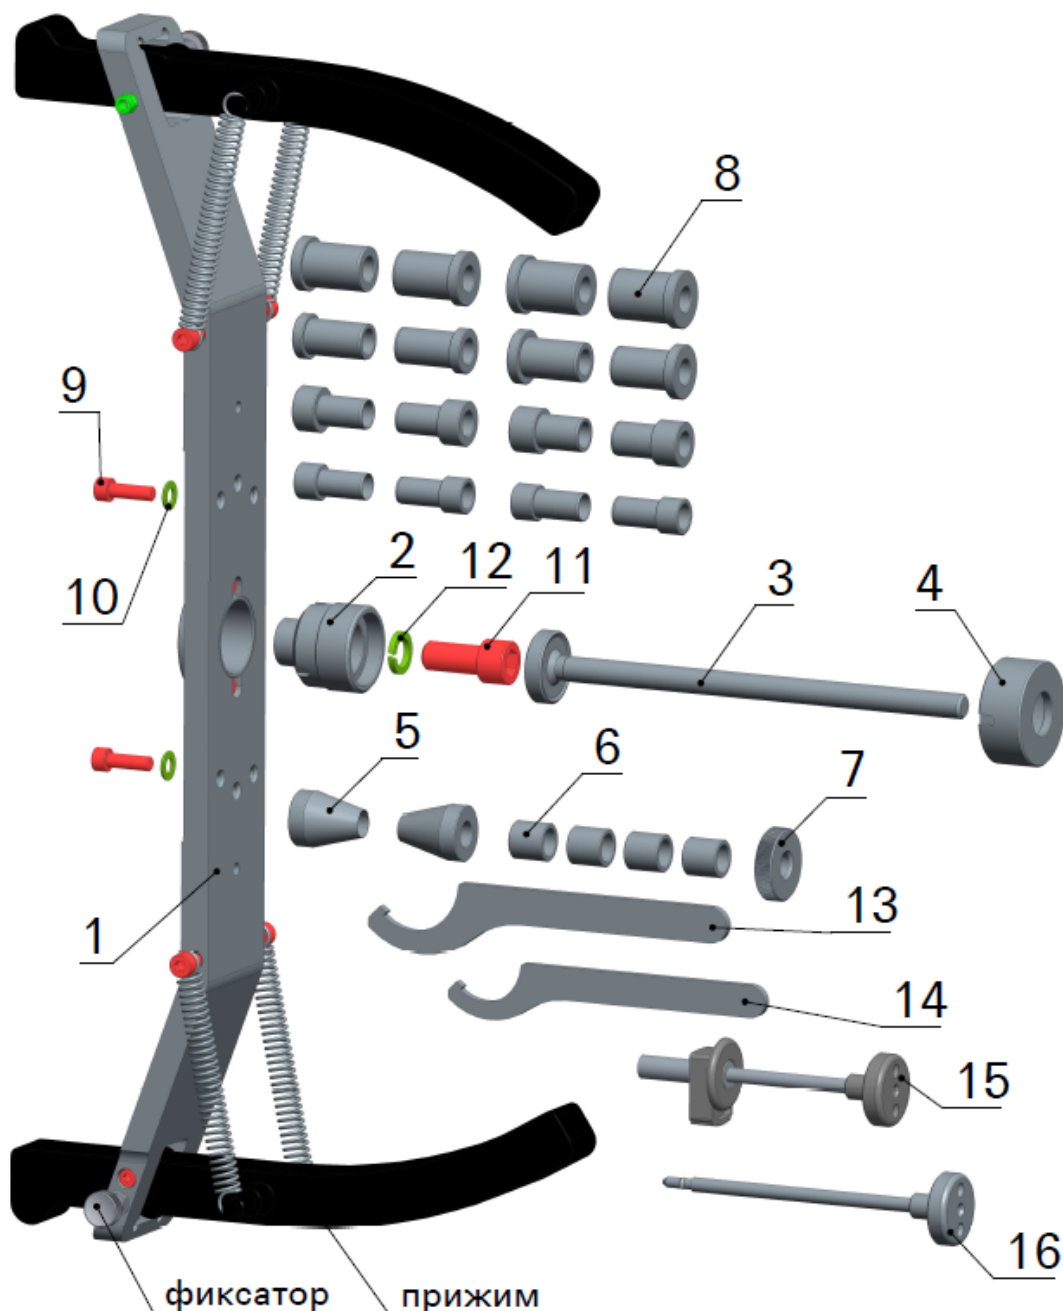

Рисунок 1
**Комплектность (рисунок 1)**
## Подготовка к работе (рисунок 1)
## **Установка колеса (рисунок 1)**